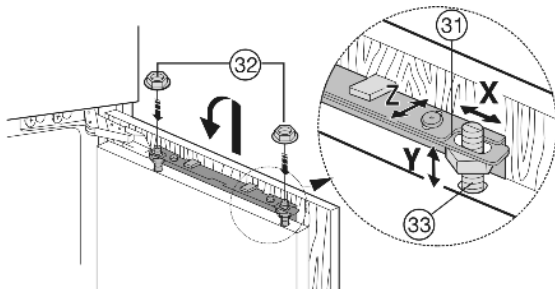

Fig. 27
- ▶ Sospendere l'anta del mobile ai perni di regolazione Fig. 27 (33) e avvitare leggermente i controdadi Fig. 27 (32) sui perni di regolazione.
- ▶ Regolare l'altezza e l'inclinazione laterale dell'anta del mobile: Con un cacciavite regolare i perni di regolazione Fig. 27 (33).
- ▶ Serrare i controdadi Fig. 27 (32).